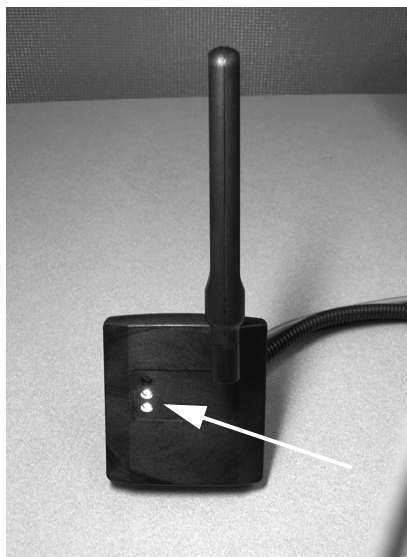

Figura 3-19. Luces LED de la unidad Mobile Link
30. Verifique que el LED central de la unidad Mobile Link esté iluminado y que el LED inferior esté iluminado o destellando en este momento. Vea la Figura 3-19.